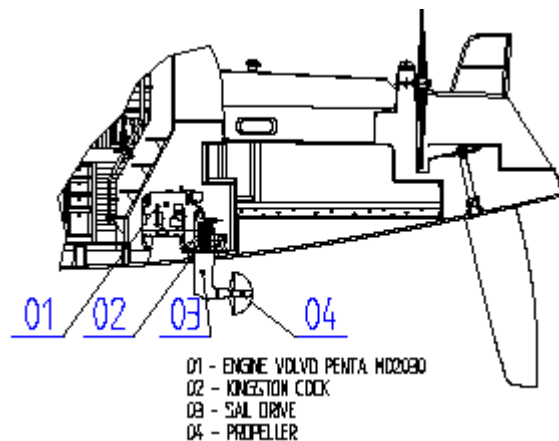

Fig. 7
- Aprire la valvola Kingston per l'acqua di raffreddamento del motore (Fig. 7).